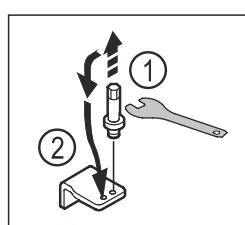

Fig. 18
- ▶ Išsukite apatinės atraminių gembės kaištį raktu su išoriniu šešiabriauniu SW5. Fig. 18 (1)
- ▶ Istatykite kaištį priešingoje pusėje. Fig. 18 (2)